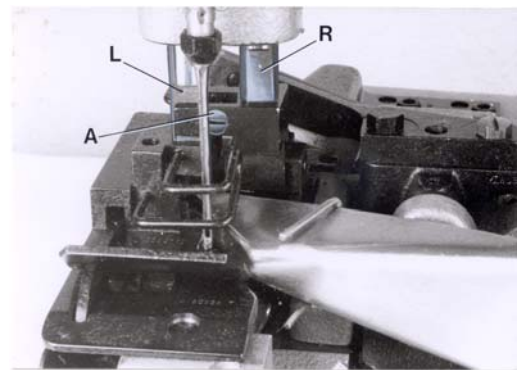

Fig. 10
Styles 80800TL, TAL, U, UA, UL and UAL have a two-piece presser foot. Insert the right presser foot part on the pivot of the right presser bar (R, Fig. 10) and align the flats on the left presser bar (L, Fig. 10) to the guide fork of the presser foot shank. The flats on the left presser bar should slide freely in the fork, this can be adjusted with screw (A). Secure this setting with the lock nut. Now insert the left presser foot part on the pivot of the left presser bar (L) and align it with needle slot and feeler slot to the throat plate. Tighten set screws in both presser foot shanks.
Die Maschinen 80800TL, TAL, U, UA, UL, and UAL haben einen zweiteiligen Drückfuß. Schieben Sie das rechte Drückfußenteil auf den Zapfen der rechten Drückfußstange (L, Fig. 10) und richten Sie die Flächen auf der linken Drückfußstange (L, Fig. 10) nach der Führungsgabel der Drückfußnabe aus. Die Flächen der linken Drückfußstange müssen in der Gabel leicht gleiten können, dies kann mit der Schraube (A) eingestellt werden. Sichern Sie die Einstellung mit der Kontermutter. Nun schieben Sie das linke Drückfußenteil auf den Zapfen der linken Drückfußstange (L) und richten es mit Stichloch und Taster-schlitz zur Stichplatte aus. Ziehen Sie die Gewindestifte in beiden Drückfußnaben an.